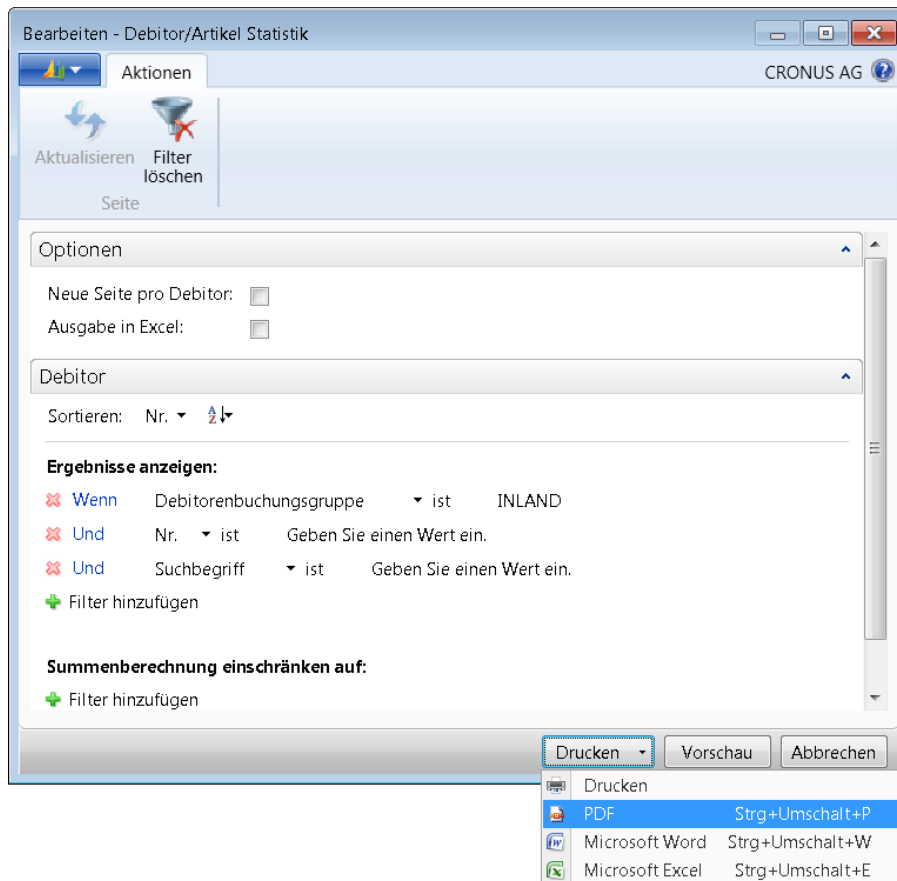

Abbildung 2.14 Ausgabe in eine PDF-Datei
4. Zur Ausgabe als PDF-Datei öffnen Sie das Dropdownmenü der Schaltfläche *Drucken* und wählen darin den Befehl *PDF* (siehe Abbildung 2.14)